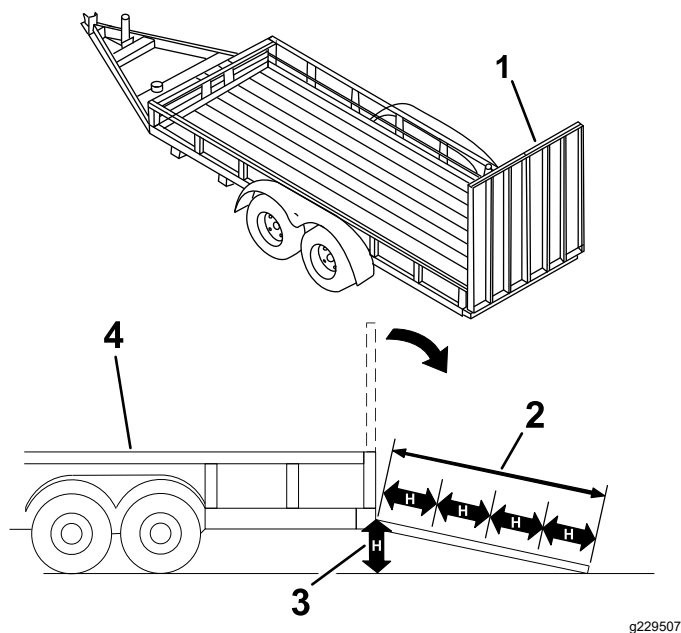

Figura 22
El cargar la máquina en un remolque o un camión aumenta la posibilidad de un vuelco y podría causar lesiones graves o la muerte (Figura 22).
3. Baje la rampa (Figura 22).